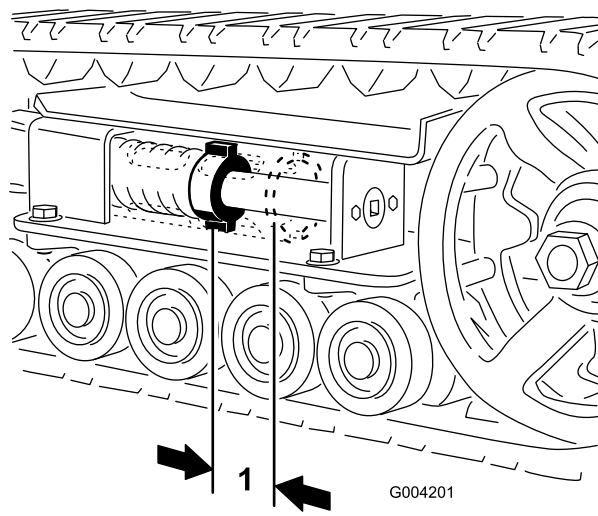
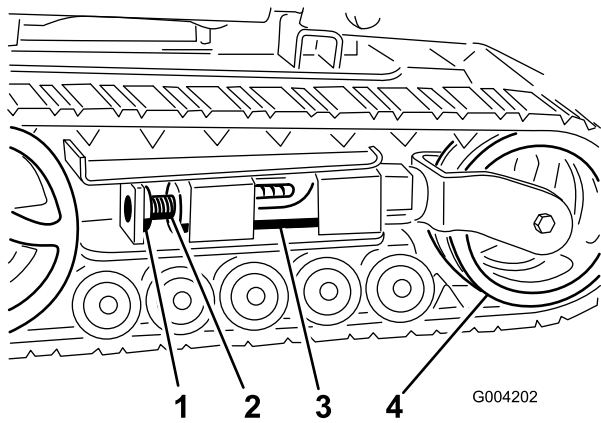
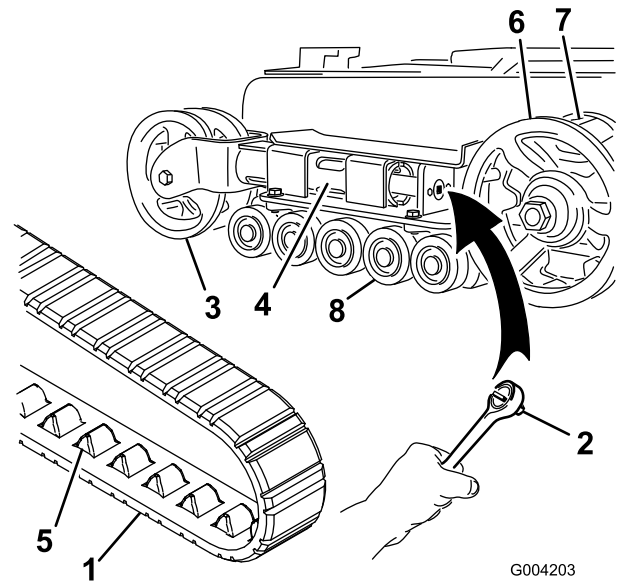
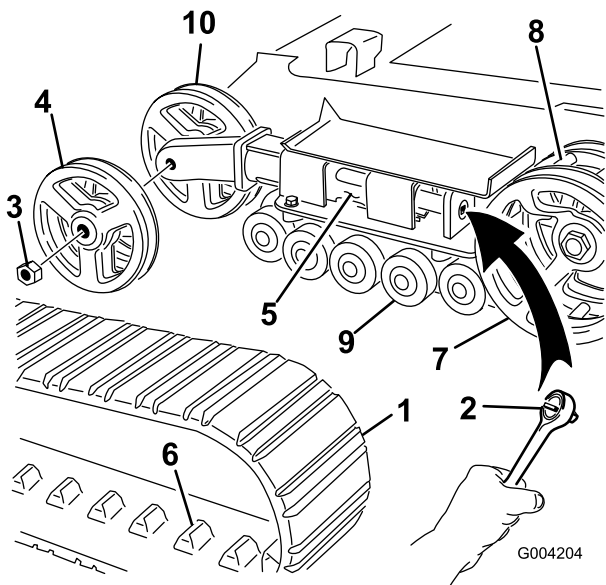

Figura 43
Figura 44
Figura 45
Figura 46
Deve esserci uno spazio di 7 cm tra il dado di tensionamento e la parte posteriore del tubo di tensionamento (Figura 43). In caso contrario, regolare la tensione dei cingoli eseguendo la procedura di seguito riportata:
3. Togliere il bullone di bloccaggio e il dado (Figura 44).
4. Utilizzando una chiave a tubo da 1/2 pollice (13 mm) (Figura 45), girare la vite di tensione in senso antiorario fino a portare la distanza tra il dado di tensione e la parte posteriore del tubo di tensione (Figura 43) a 7 cm.
5. Allineare l'intaglio più vicino della vite di tensione al foro del bullone di bloccaggio e fissare la vite con il bullone di bloccaggio e il dado (Figura 44).
4. Utilizzando una chiave a tubo da 1/2 pollice, scaricare la tensione girando la vite di tensione in senso orario (Figura 44 e Figura 45).
5. Spingere la ruota di tensione verso il retro dell'unità in modo da spostare il tubo della forcella contro il telaio (Figura 45). (se non riesce a toccare il telaio, continuare a girare la vite di tensione fino ad ottenere il contatto).
7. Dopo avere liberato il cingolo dalla ruota di tensione, toglierlo dalla ruota conduttrice e dalle ruote non motrici (Figura 45).
8. Avvolgete il nuovo cingolo iniziando dalla ruota conduttrice e controllando che i denti del cingolo si allogino tra i distanziali della ruota stessa (Figura 45).
9. Spingere il cingolo sotto e tra le ruote non motrici (Figura 45).
11. Girare la vite di tensione in senso antiorario fino a portare la distanza tra il dado di tensione e la parte posteriore del tubo di tensione (Figura 43) a 7 cm.
4. Utilizzando una chiave a tubo da 1/2 pollice, scaricare la tensione girando la vite di tensione in senso orario (Figura 44 e Figura 46).
5. Spingere la ruota di tensione verso il retro dell'unità in modo da spostare il tubo di tensione contro il telaio (Figura 46). (se non riesce a toccare il telaio, continuare a girare la vite di tensione fino ad ottenere il contatto).
6. Togliere il dado di fissaggio della ruota di tensione esterna e rimuovere la ruota (Figura 46).
7. Togliere il cingolo (Figura 46).
8. Togliere il dado di fissaggio della ruota di tensione interna e rimuovere la ruota (Figura 46).
12. Montare la ruota di tensione interna e fissarla con il dado tolto in precedenza (Figura 46).
14. Montate il nuovo cingolo, accertandovi che gli attacchi del cingolo si inseriscano tra i distanziali al centro della ruota conduttrice (Figura 46).
15. Montare la ruota di tensione esterna e fissarla con il dado tolto in precedenza (Figura 46).
17. Girare la vite di tensione in senso antiorario fino a portare la distanza tra il dado di tensione e la parte posteriore del tubo di tensione (Figura 43) a 7 cm.